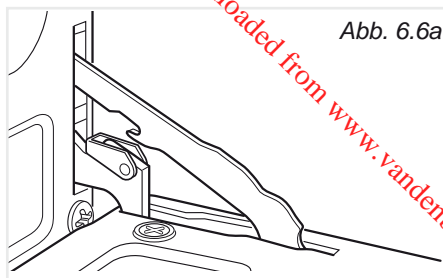

Abb. 6.6a
1. Ofentür öffnen (abb. 6.6a).